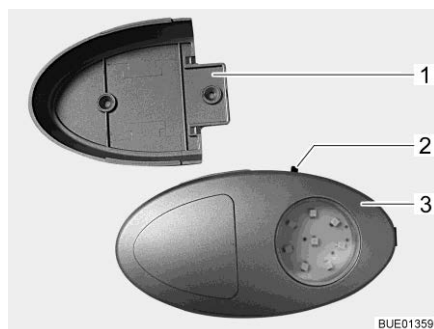

Fig. 102 Luce armadio guardaroba/torcia elettrica
- ▷ È possibile estrarre la luce armadio guardaroba dal supporto a vite (Fig. 102,1) e utilizzarla come torcia elettrica.
L'interruttore di accensione/spegnimento (Fig. 102,2) è montato direttamente sulla luce armadio guardaroba (Fig. 102,3).